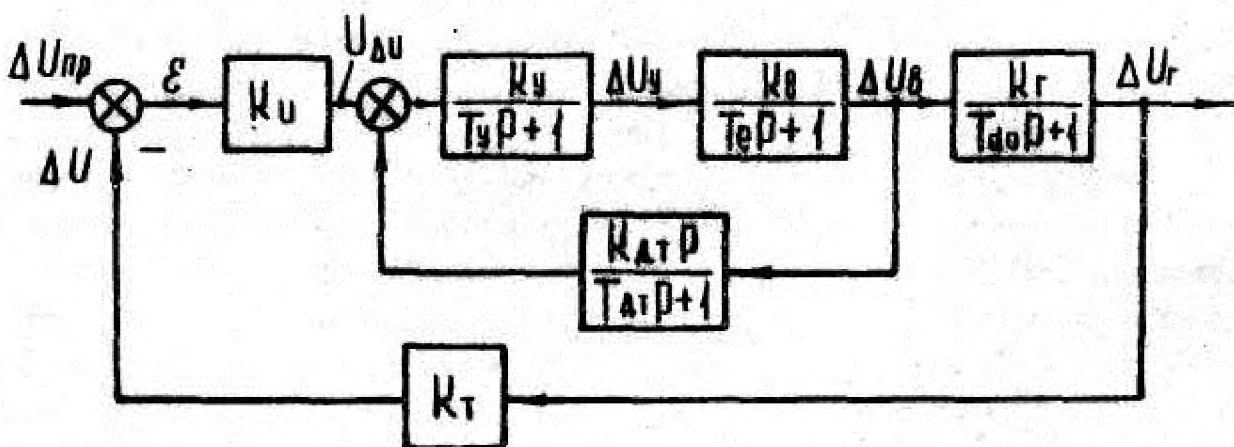

Рисунок 1
1. По структурной схеме автоматической системы регулирования напряжения генератора с регулятором пропорционального действия и местной отрицательной гибкой обратной связью (рис. 1), используя критерий Гурвица, определить условие ее устойчивости.